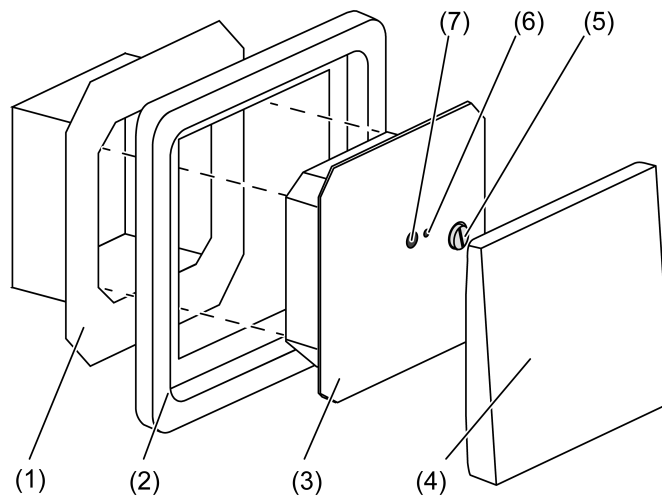

Bild 1
- Klemmen-Einsatz (1) und Elektronik-Aufsatz (3) voneinander trennen (siehe Bild 1).
- Design-Rahmen (2) auf den Klemmen-Einsatz (1) aufsetzen (siehe Bild 1).
- Abdeckung (4) abnehmen (siehe Bild 1).
- Elektronik-Aufsatz lagerichtig in den Klemmen-Einsatz einsetzen (siehe Bild 1).
- Elektronik-Aufsatz mit Sicherungsschraube (5) befestigen (siehe Bild 1).
- Abdeckung (4) wieder aufsetzen (siehe Bild 1).
- Programmier-Taste (7) drücken (siehe Bild 1).
Programmier-LED (6) leuchtet (siehe Bild 1).
Programmier-LED (6) erlischt (siehe Bild 1).